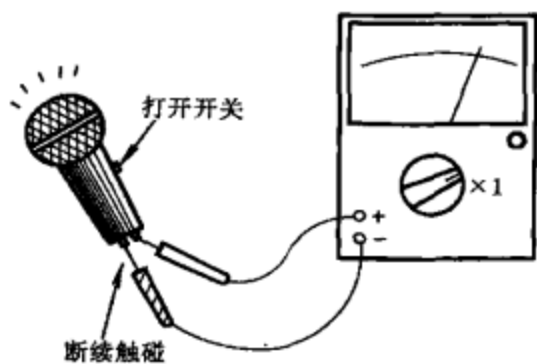

图 5-89
(1) 万用表置于“ $R \times 1$ ”挡，两表笔（不分正、负）断续触碰传声器的两引出端（设有控制开关的传声器应先打开开关），如图 5-89 所示，传声器中应发出清脆的“喀、喀……”声。如果无声，说明该传声器已损坏。如果声小或不清晰，说明该传声器质量较差。
(2) 测量动圈式传声器输出端的电阻值（实际上就是传声器内部输出变压器的次级电阻值）。